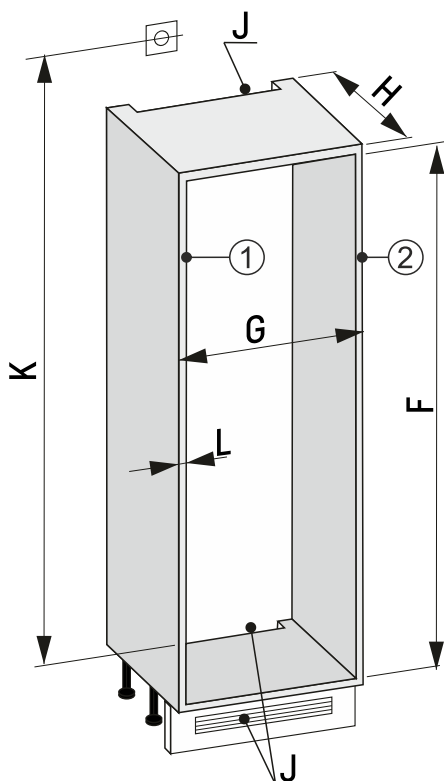

Fig. 91 Udubina od 30"
- Izmjerite debljinu stranice namještaja Fig. 91 (L).